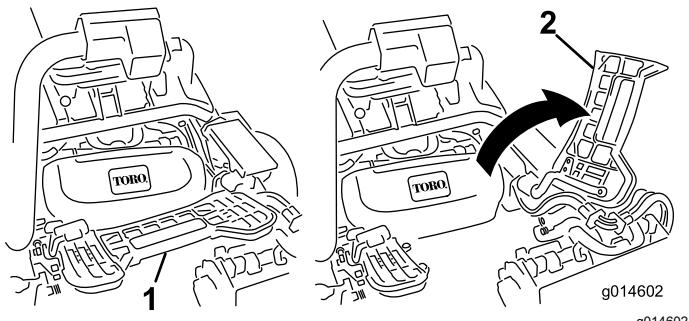

Figura 60
2. Levante el reposapiés y gírelo hacia arriba, para tener acceso a la posición de la unidad de corte central (Figura 60).